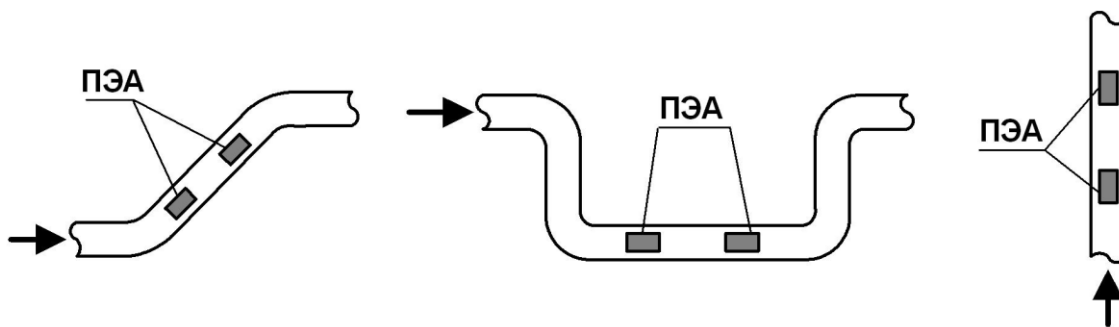

Рис.1. Рекомендуемые места установки ПЭА.
- ПЭА допускается монтировать на горизонтальный, вертикальный или наклонный трубопровод. Наиболее подходящее место для монтажа (при наличии) – восходящий или нижний участок трубопровода (см. рис.1);